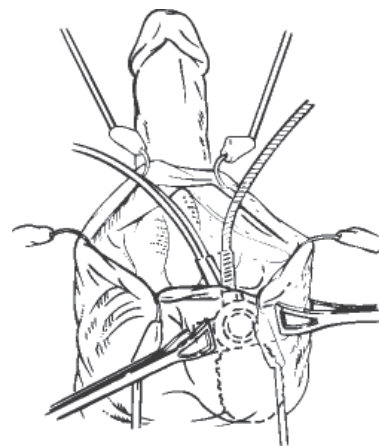

Рисунок 4-17. Введение помпы (показан пеноскротальный доступ)
3. Зажмите трубки помпы, проходящие через кожу мошонки, зажимом Эллиса или Бэбкока, чтобы зафиксировать помпу на месте (**рисунок 4-17**) в течение оставшейся части процедуры.